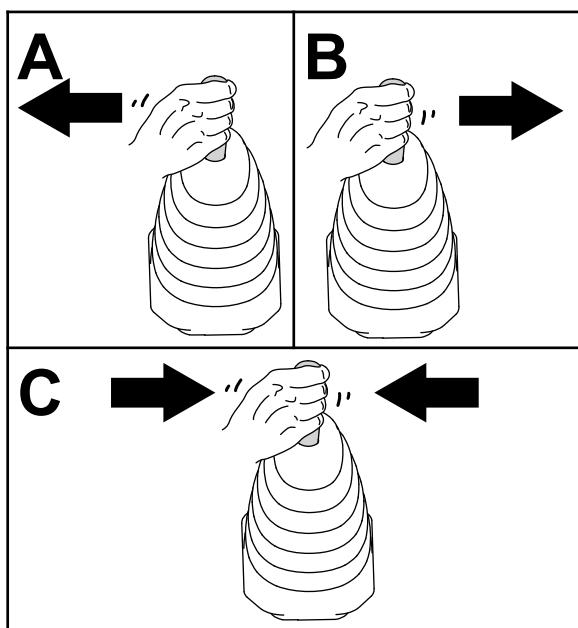

Figura 47
6. Spostate il joystick del caricatore a sinistra, a destra e indietro di nuovo in posizione di FOLLE per rilasciare la pressione nei giunti idraulici (Figura 47).